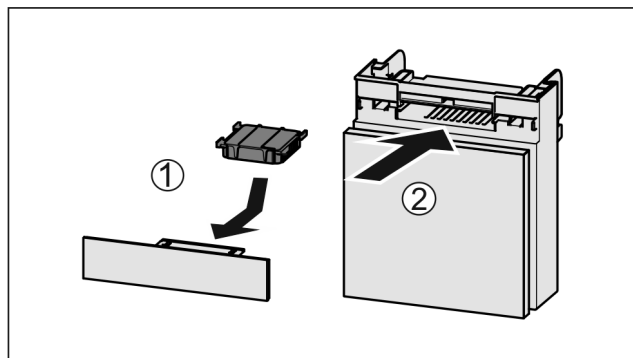

Fig. 129
- Vložte aktívny uhlíkový filter podľa obrázka Fig. 129 (1).
- Zasuňte zásuvku Fig. 129 (2).